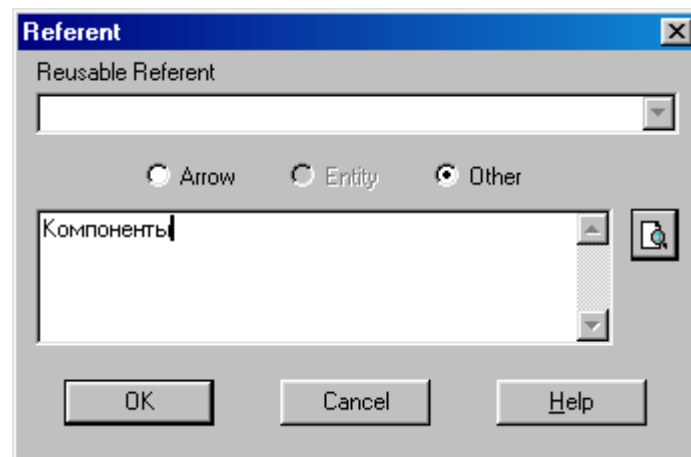

Рисунок 6.8 – Создание объекта ссылки
- 5 С помощью кнопки  палитры инструментов создайте объект ссылки. Внесите имя объекта внешней ссылки "**Компоненты**" (рисунок 6.8).